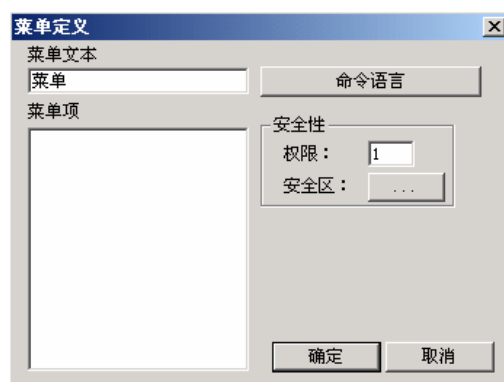

图 4-2
1、选择工具箱中的工具，将鼠标放到监控画面的任一位置并按住鼠标左键画一个按钮大小的菜单对象，双击弹出菜单定义对话框，如图 4-2 所示：